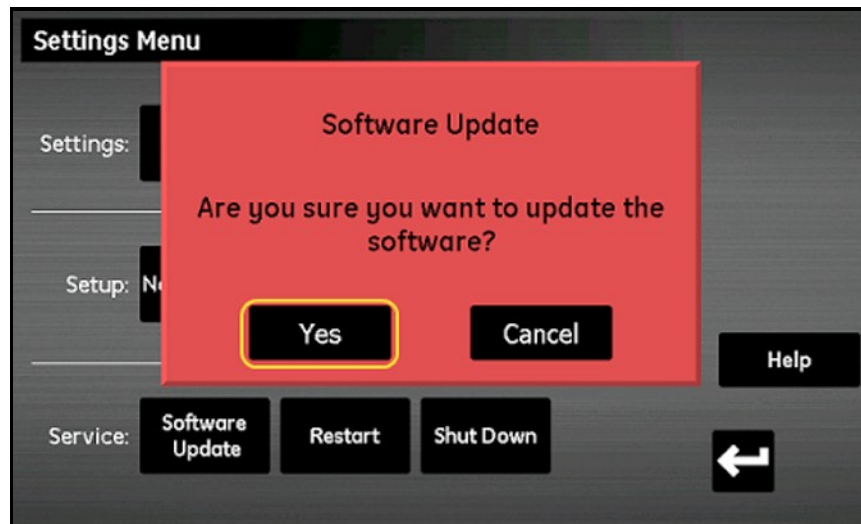

Figura 88: Confirmación de la actualización
6. El moisture.IQ solicita que se confirme la actualización de software (consulte la *Figura 88*). Pulse el botón **Sí**.